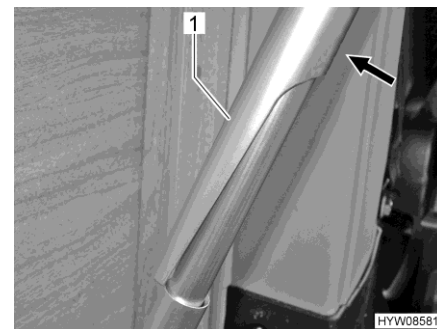

Fig. 48 Piede di sostegno (sbloccato)
- Spingere la parte superiore del piede del tavolo (Fig. 48,1) verso la parete esterna (Fig. 48).